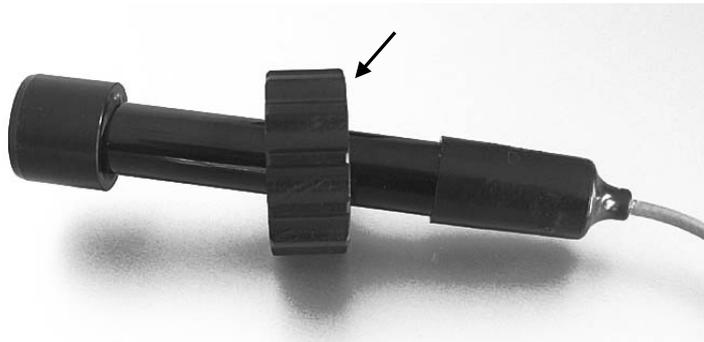

Abb. 10: Vorbereiten der pH-Elektrode
3. Nehmen Sie die mitgelieferte Überwurfmutter und ziehen Sie das Kabel der pH-Elektrode durch die Überwurfmutter wie in Abb. 10 gezeigt. Diese wird benötigt, um die pH-Elektrode für den Betrieb in die pH-Messzelle einzusetzen.